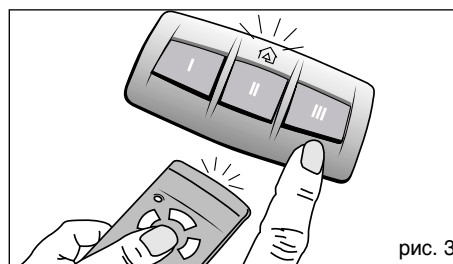

рис. 3
- 3) Продолжая удерживать кнопку в нажатом положении, активируйте (нажмите) пульт дистанционного управления и не отпускайте (рис. 3).